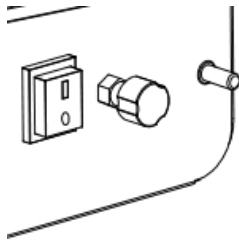

Abbildung 3
- f. Regulieren Sie die Flamme und die Leistung, indem Sie den Einstellknopf gegen den Uhrzeigersinn drehen, um sie zu erhöhen oder im Uhrzeigersinn, um sie zu verringern. (Abbildung 3).